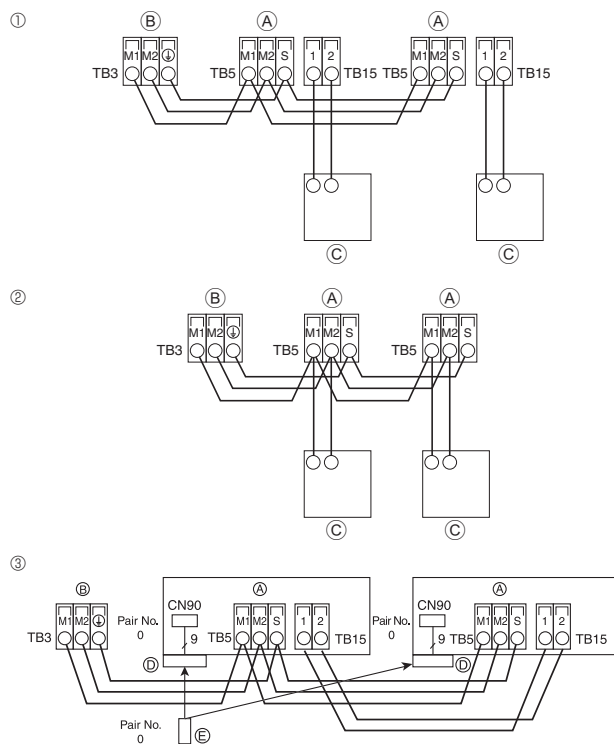
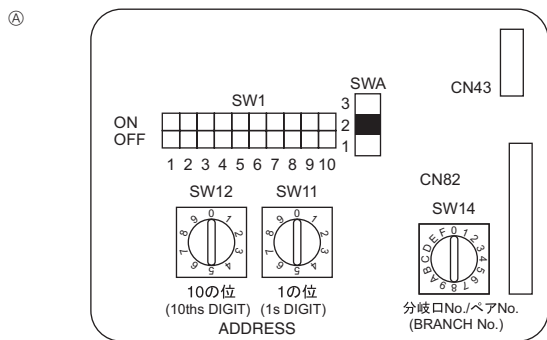

Fig. 6-3
Fig. 6-4
6.4. Conexión de los cables de transmisión del mando a distancia y de las unidades exterior e interior (Fig. 6-3)
- ① Mando a distancia MA
- ② Mando a distancia M-NET
- ③ Controlador remoto inalámbrico (al instalar un receptor de señales inalámbricas)
- ④ Bloque de terminales para el cable de transmisión interior
⑤ Bloque de terminales para el cable de transmisión exterior (M1(A), M2(B), ⊕(S))
⑥ Controlador remoto
⑦ Receptor de señal inalámbrica
⑧ Controlador remoto inalámbrico
6.5. Configuración de las direcciones (Fig. 6-4)